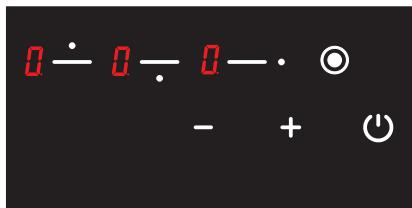

Рис. 19
3. будет отображаться на весь экран (см. Рис. 19). Если какая-либо из конфорок горячая, значки и будут показаны по очереди.